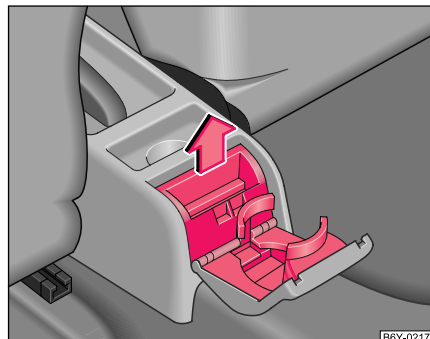

Fig. 66 Console centrale: Cendrier arrière
- Rabattre le couvercle du cendrier et sortir la boîte de celui-ci en tirant vers le haut dans le sens de la flèche ⇒ fig. 66.